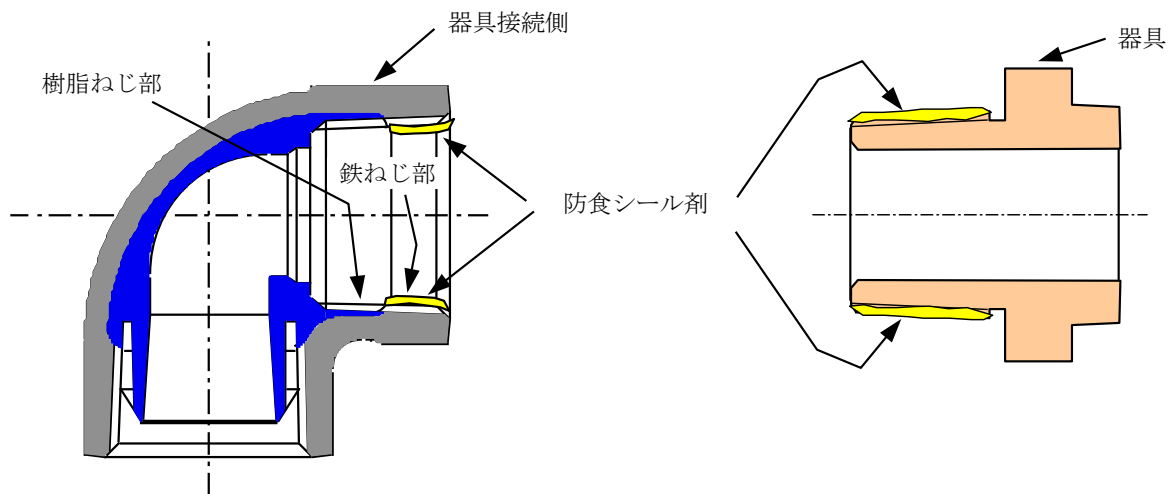

図 8 PQWK-A 継手シール剤の塗布
- 2) 器具接続側(内蔵コア無し ↑C マーク側)のシール剤は、継手の鉄ねじ部全面または器具側おねじ外周に塗布してください。図 8 参照。